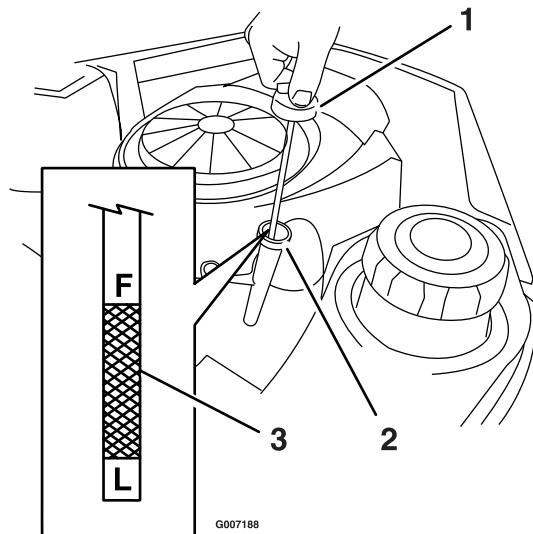

Figura 25
4. Retire el tapón de llenado/varilla de aceite y límpielo. Vuelva a colocar la varilla y empuje firmemente para asentirla en su lugar (Figura 25).
Retire el tapón de llenado/varilla (Figura 25).
14. Compruebe el nivel de aceite (Figura 25); consulte la sección Verificación del nivel de aceite.